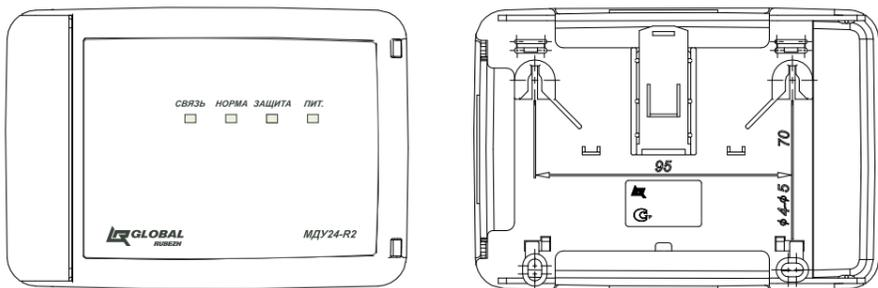

Рисунок 1
- 5.1 Модуль конструктивно выполнен в пластмассовом корпусе. Корпус состоит из двух частей – основания и крышки. Крышка имеет окна для индикаторов СВЯЗЬ, НОРМА, ЗАЩИТА, ПИТ. (питание), расположенных на плате (рисунок 1).
- 5.2 В углублении основания вклеена этикетка, несущая маркировочную информацию (рисунок 1).
- смонтировать модуль на DIN-рейку или на стену, используя отверстия в основании (рисунок 1);